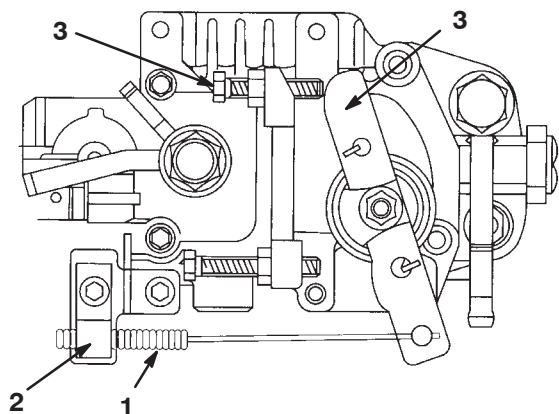

Figure 47
1. Placez la manette d'accélérateur en position de ralenti (Fig. 47).
2. Desserrez la vis du serre-câble qui raccorde le câble au moteur (Fig. 47).
3. Bougez le câble jusqu'à ce que le levier de commande d'accélérateur touche la vis de réglage de ralenti (Fig. 47).
2. Dévissez le contre-écrou de la vis de réglage de ralenti (Fig. 47).